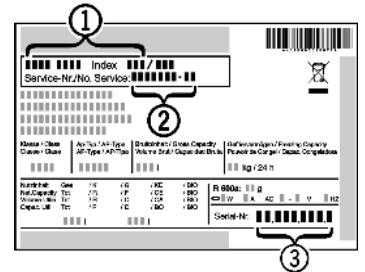

Fig. 11
- ▶ Назва пристрою *Fig. 11 (1)*, сервісний номер *Fig. 11 (2)* та серійний номер *Fig. 11 (3)* вказані на табличці типів. Табличка типів знаходиться всередині пристрою, зліва.
- ▶ Повідомте сервісну службу про характер неполадки, назву пристрою *Fig. 11 (1)*, сервісний номер *Fig. 11 (2)* та серійний номер *Fig. 11 (3)*.